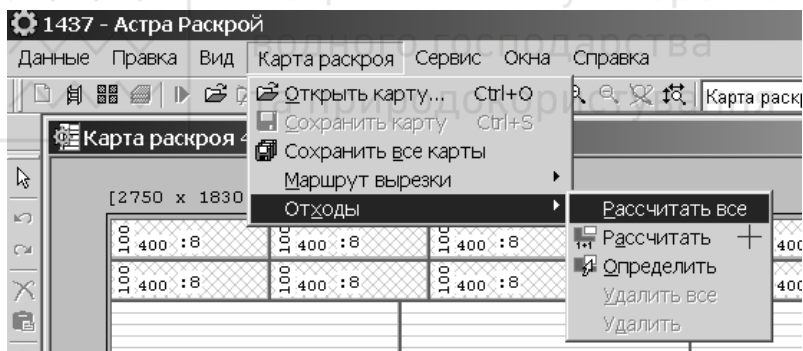

Рис. 9. Розрахунок відходів
2) Виконайте команду «Відходи» - «Розрахувати всі» з меню «Карта розкрою» (рис. 9.). Ви також можете розрахувати відходи тільки на активній карті розкрою. Для цього треба виконати команду «Відходи» - «Розрахувати» з меню «Карта розкрою».